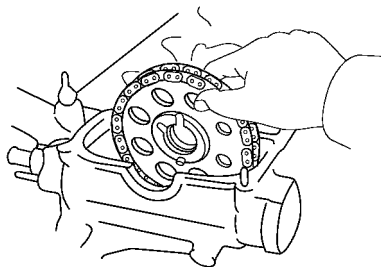

图 1-11 拆下凸轮链轮和链条
- 5) 从凸轮轴拆下凸轮链轮和链条, 留下滑履和减振板, 如图 1-11 所示。
(7) 拆下气缸盖